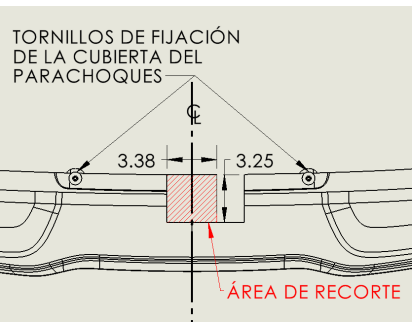
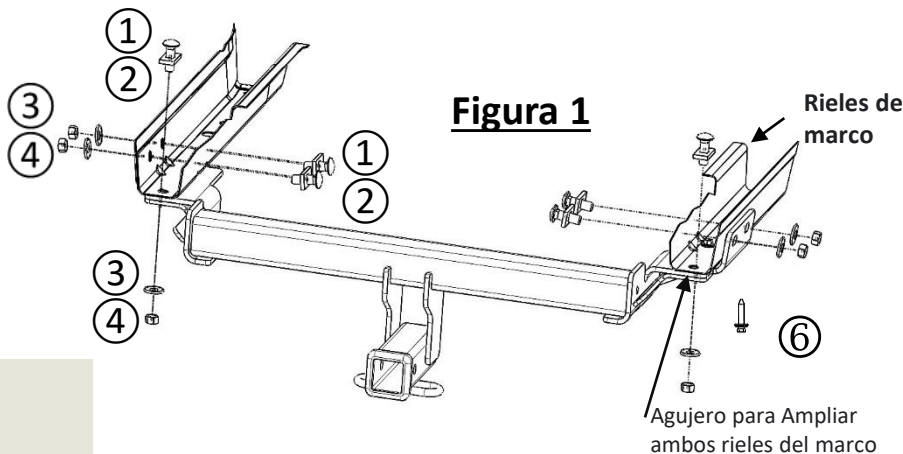

Figura 2
Figura 1
- 4. Agrande el orificio de acceso;** retire las (6) cubiertas plásticas de los orificios; si están presentes y con una amoladora, agrande los orificios más hacia atrás en la parte inferior del marco para permitir que pasen los pernos de carro y los espaciadores suministrados.
- 5. Recorte la fascia:** ubique el centro de la fascia. Con una cinta métrica, un marcador y una navaja, corte una muesca en la parte inferior de la imposta de aproximadamente 3,375" de ancho por 3,25" de alto. Vea la Figura 2. **Nota: asegúrese de que el área esté despejada de todo el cableado eléctrico antes de recortar. (Consulte el sitio web para el corte de vehículos con sensor de manos libres).**
- 6. Doble el soporte del escape:** con unos alicates, doble las (2) lengüetas de ubicación pequeñas hasta que queden planas en cada soporte del escape o retírelas por completo.
- 7. Instale los-** (6) pernos de carruaje y espaciadores de 1/2" (ARTÍCULO 2) a través del orificio agrandado en su posición como se muestra en la **Figura 1** y levante el enganche a la posición de montaje con el cuerpo principal en el lado trasero Tire hacia abajo del cubierta del paragolpes trasero +5" para lograr colocar el enganche en posición. Retire los alambres de pescar e instale las (6) tuercas hexagonales de 1/2" provistas.